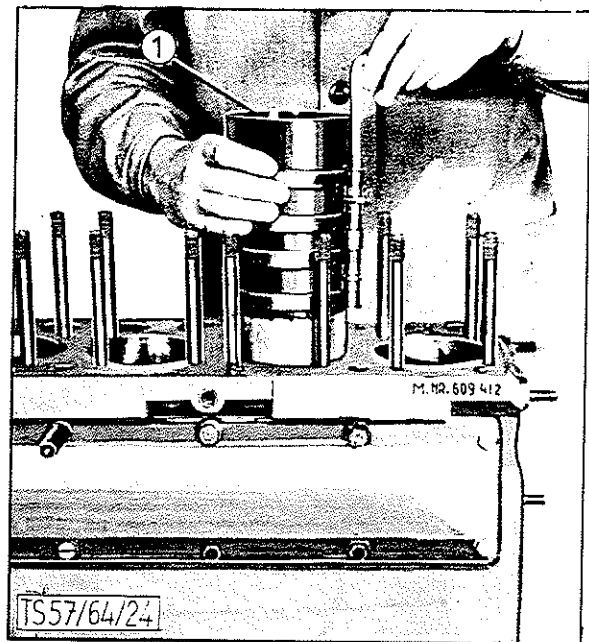

BILD 29: Manschettenzange
- 4 Lauffläche der Zylinder mit Motorenöl schmieren. Kolben mit Pleuelstange in den dazugehörigen Zylinder einbauen (Numerierung beachten). Man verwende dazu eine Manschettenzange Rk 258 (Bild 29).